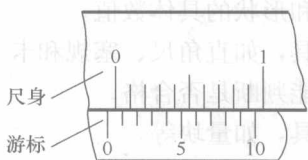

图 1.2.2 0.1mm 游标卡尺刻线原理
1) 读数值精度为 0.1mm 游标卡尺刻线原理。读数值精度为 0.1mm 游标卡尺身上每小格为 1mm，当两量爪合并时，尺身上 9mm 等于游标上 10 格，如图 1.2.2 所示，则游标每格 = $9\text{mm} \div 10 = 0.9\text{mm}$ ，尺身与游标每格相差 = $1\text{mm} - 0.9\text{mm} = 0.1\text{mm}$ 。读数值为 0.1mm 的另一种刻线原理是尺身上 19mm 对准游标的 10 格，则游标每格 = $19\text{mm} \div 10 = 1.9\text{mm}$ ，尺身 2 格与游标 1 格相差 = $2\text{mm} - 1.9\text{mm} = 0.1\text{mm}$ 。这种刻线